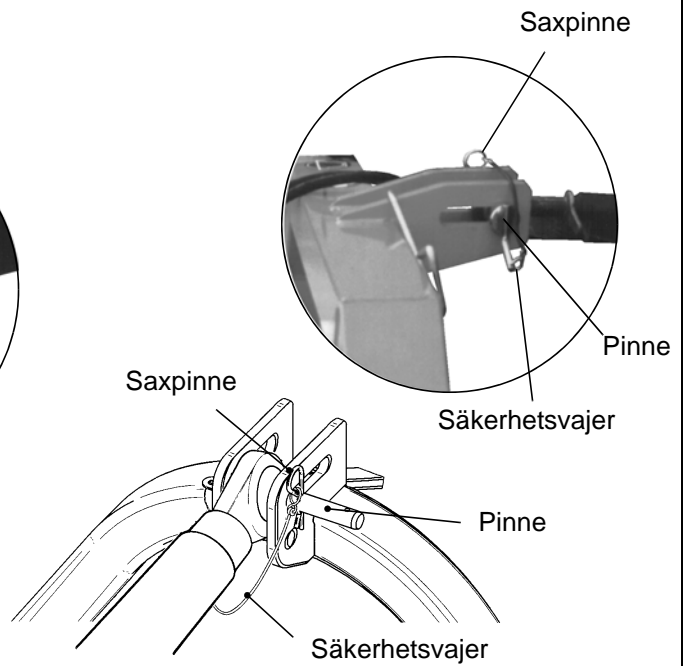

Bild 4-5 Anslutning till den tredje lyftpunkten
- Anslut den tredje punkten (bild 4-3) till traktorn (bild 4-5).